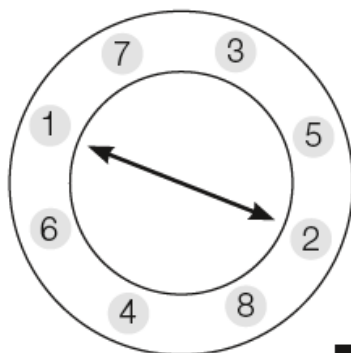
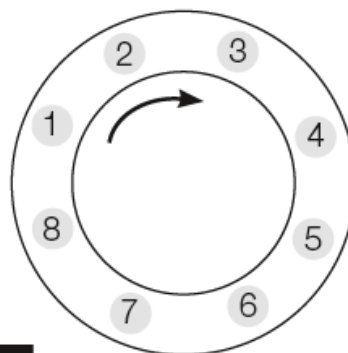

Abb. 2
Abb. 3
3. Serrare le viti (in base alla coppia di serraggio*) stringendole ripetutamente in sequenza incrociata (v. Fig. 2) e a forma di circolo (v. Fig. 3)